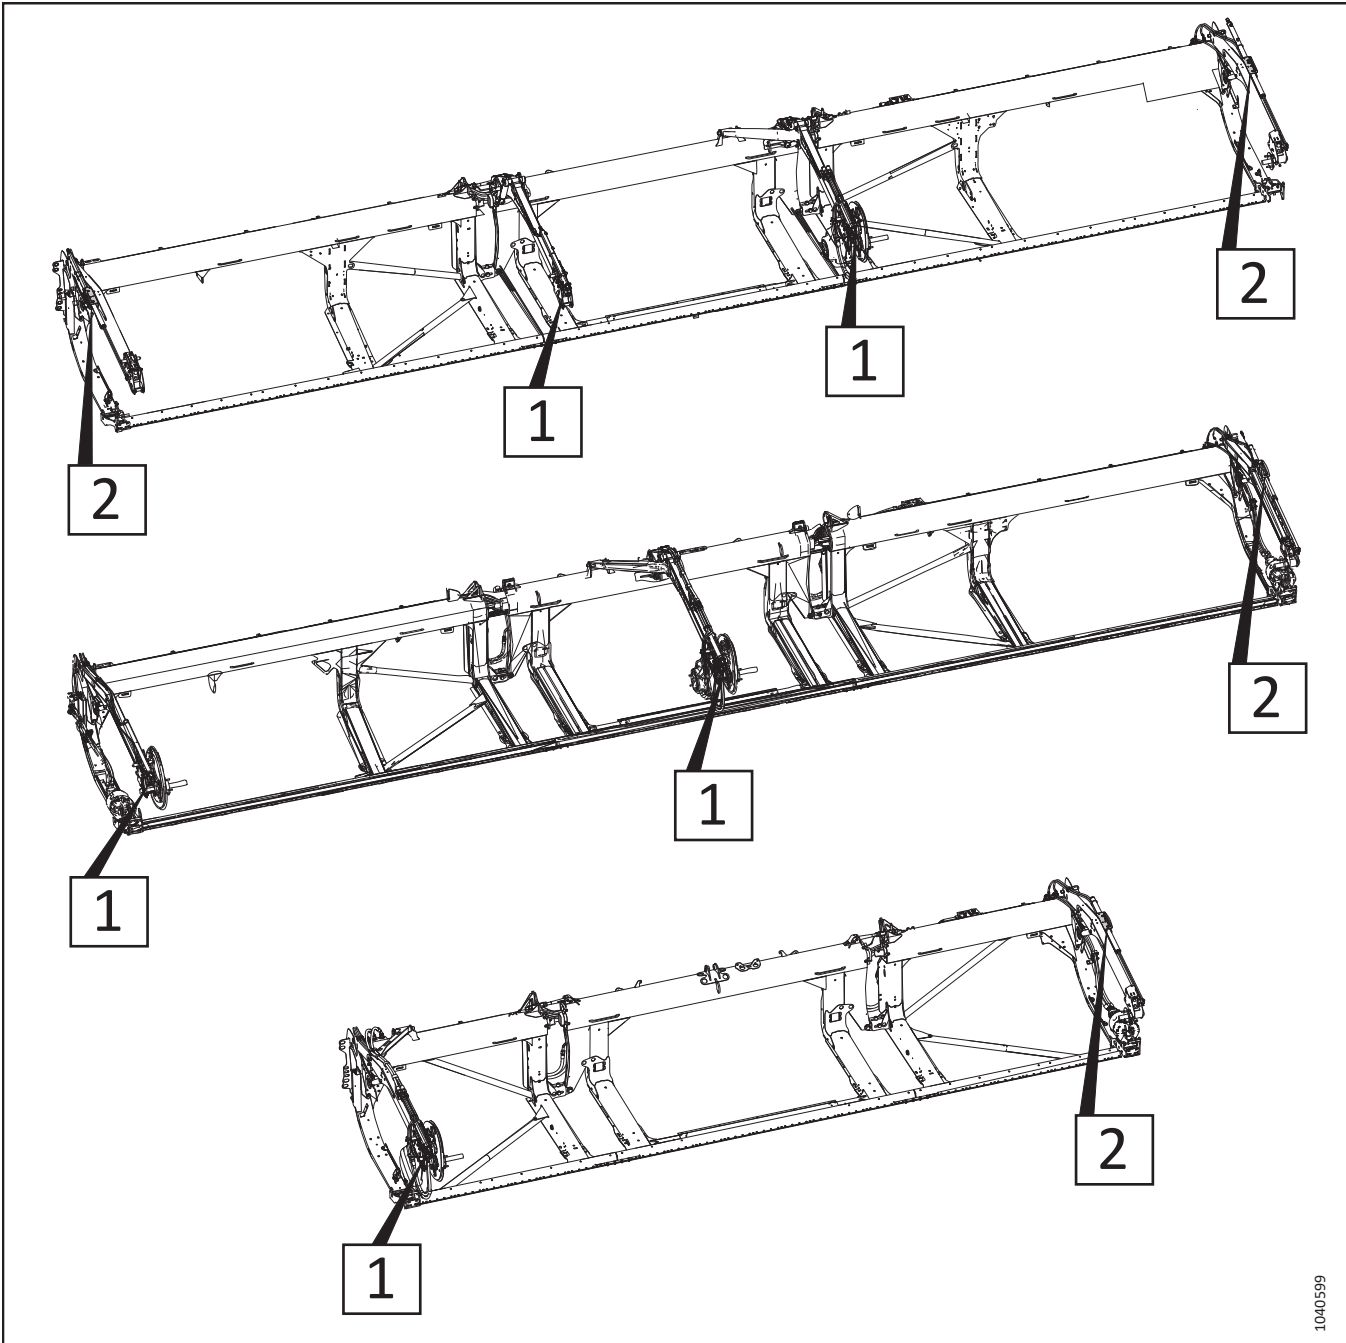

Figura 3.334: Cilindros de avance y retroceso ajustables: números de referencia del procedimiento
6. Consulte la figura 3.334, página 238 para determinar los procedimientos de ajuste del cilindro de avance y retroceso para su tipo de plataforma. El número en la ilustración se refiere a uno de los siguientes procedimientos: